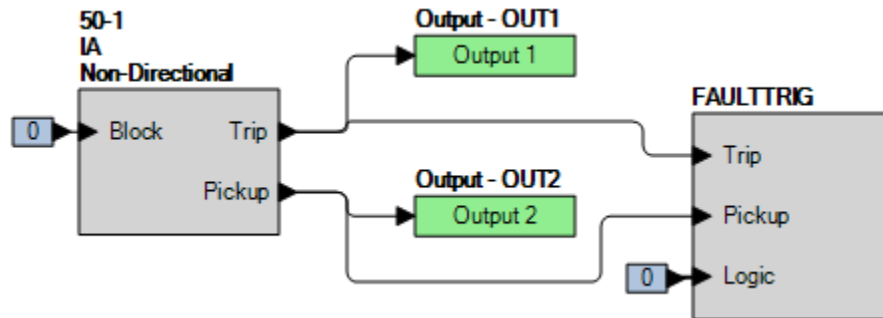

Figura 63-1. Ajustes de BESTlogicPlus (Modo de fase)
Paso 2: Utilice BESTCOMSPPlus para configurar la Lógica programable de BESTlogicPlus, como se muestra en la Figura 63-1.
Paso 4: Prepárese para monitorear la operación de la función 50-1. El funcionamiento se puede verificar monitoreando OUT2 (consulte la Figura 63-1).